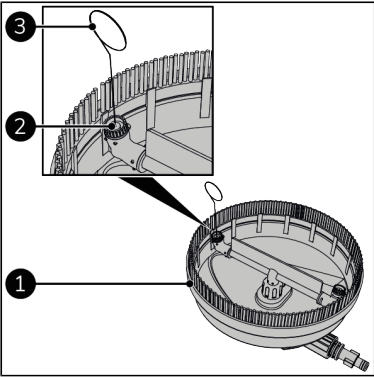

Figure 88.
- 3. Retirez le nettoyeur de sol (Figure 88, pos. 1) de la rallonge de la lance (Figure 70, pos. 2).
- 4. Nettoyez les deux buses (Figure 88, pos. 2) avec la tige de nettoyage (Figure 88, pos. 3).